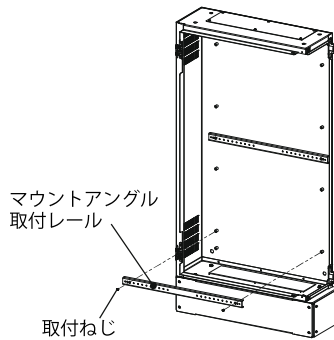

図 16
3. マウントアングル取付レールの取付ねじM5×10(2か所)を取り外し、マウントアングル取付レールを取り外してください。(図16)